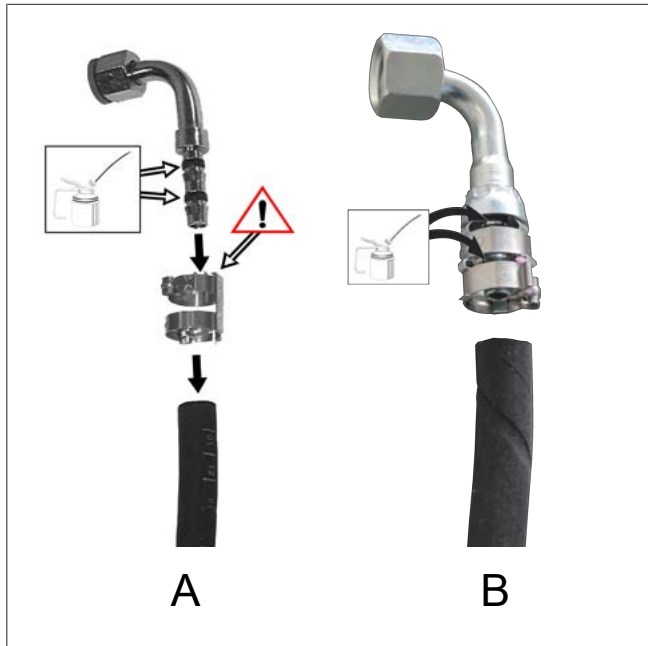

Fig. 11 Lubricar las conexiones
- Conexión con abrazadera independiente, véase la Fig. 11 A
- Conexión con abrazadera fija; este tipo es el que suministra Webasto como estándar, véase la Fig. 11 B